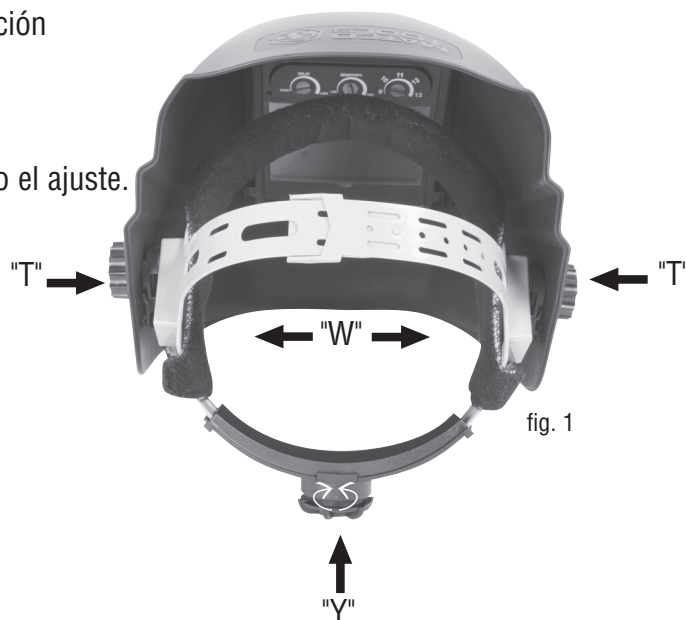

fig. 1
Al girar la perilla en la parte posterior de la cinta, la circunferencia general de la cinta para el pelo puede hacerse más grande o más pequeña (Vea ajuste "Y" en la fig. 1). Se puede hacer este ajuste, aún con el casco puesto, y se permite el ajuste adecuado de tensión para así mantener el caso firmemente en la cabeza sin que éste esté demasiado apretado.
- Si la cinta le queda demasiado arriba o demasiado abajo en su cabeza, ajuste la correa la que pasa por encima de su cabeza. Para hacer esto, libere el extremo de la correa al empujar la clavija de seguridad por el agujero en la correa. Deslice las dos piezas de la correa a una anchura más estrecha o más amplia, según se requiera, y presione la clavija de seguridad en el agujero más cercano. (Vea ajuste "W" en la fig. 1)
Paso 1: Desabroche la tuerca de bloque (Vea "T" en la fig. 1) para ajustar la distancia entre el casco y su cara para la posición invertida. Es importante que cada uno de sus ojos esté de la misma distancia del lente. De otra forma, el efecto de oscurecimiento puede parecer disparejo.